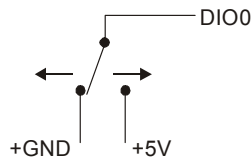

Abb. 3-3. Erkennung der Schalterstellung durch den digitalen Kanal DIO0
Wenn die digitalen Anschlüsse als Eingang konfiguriert sind, kann der Zustand der TTL-Eingänge über die digitalen E/A-Anschlüsse des RedLab 5201 überwacht werden. In Abbildung 3-3 finden Sie eine schematische Darstellung. Wenn Sie den Schalter auf den +5V-Eingang legen, liest DIO0 *WAHR* (1). Wird der Schalter auf GND gestellt, liest DIO0 *FALSCH* (0).